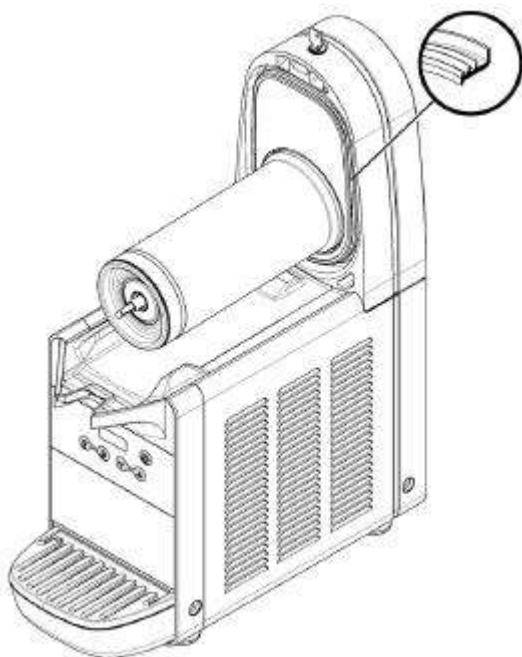

рисунок 10
- 4 Снова установите прокладку контейнера. ВНИМАНИЕ: кромка прокладки большего (наружного) диаметра должна касаться задней стенки (см. рис. 10).